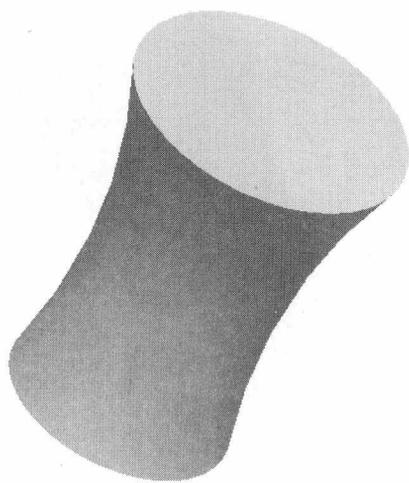

图1-6
- (5) 单击鼠标中键创建旋转特征，结果如图 1-6 所示。